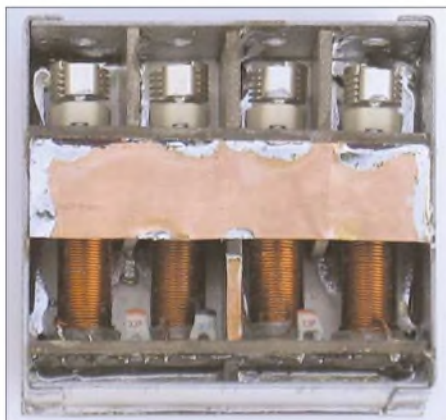

Bild 9: Fertig montiertes Filter mit Kupferstreifen, Vorderansicht
14. Kupferstreifen 12 mm × 55 mm nach Bild 9 an der Oberseite verlöten;